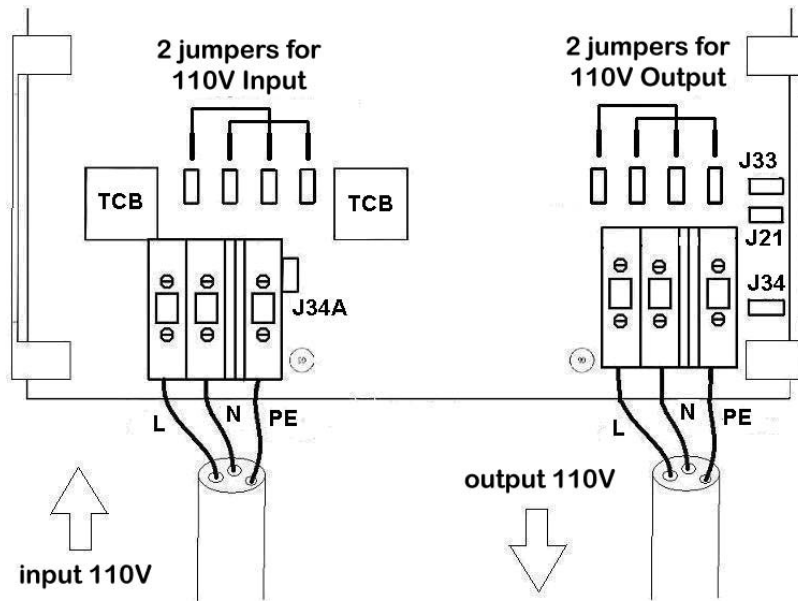

Abb. 3: Brückenschaltung bei 110/120 V Eingang und/oder Ausgang
2.2.2. Für 110/120 V Eingang und/oder Ausgang, setzen Sie Brücken entsprechend Abb. 3.